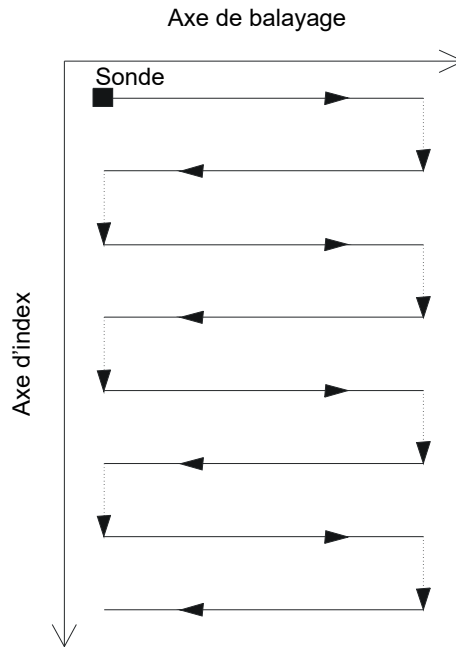

Figure 5-4 Balayage de surface bidirectionnel
Un balayage de surface utilise deux axes : (1) l'axe de balayage, qui est l'axe mécanique des lignes de balayage, (2) l'axe d'index, qui est l'axe mécanique de mouvement entre les lignes de balayage. Un incrément est ajouté à la position le long de l'axe de balayage à la fin de chaque balayage le long de l'axe d'index. L'acquisition de données est effectuée vers l'avant et vers l'arrière le long de l'axe de balayage, tel que montré dans Figure 5-4 à la page 312.